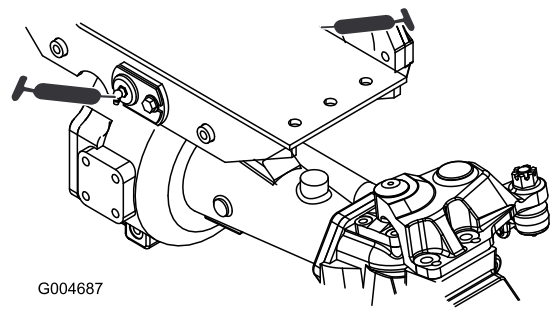

Figura 62
- Casquillos de los pivotes de los ejes delantero y trasero (2) (Figura 62).